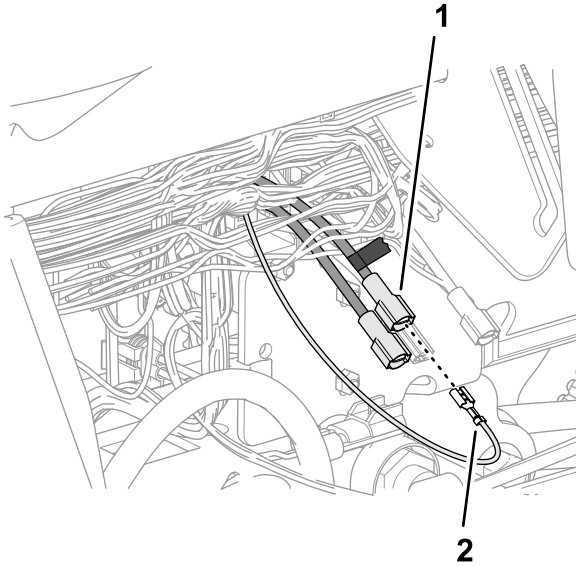

图 189
- 将在步骤 4 中标记的刀形接头接入套件线束红色线 51mm 端部的插槽接头 图 189。